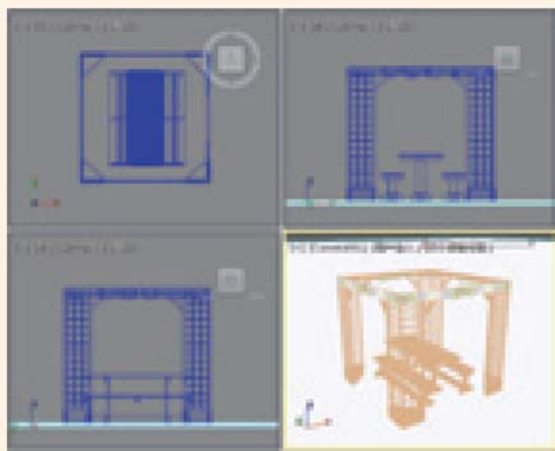

图4-34 打开素材文件
- 01 在菜单栏中选择【文件】|【打开】命令，弹出【打开文件】对话框，在该对话框中打开“凉亭素材.max”素材文件，如图4-34所示。